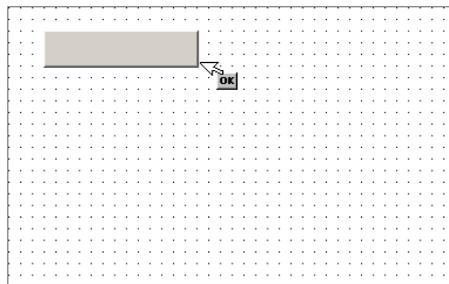

Рис. 67. Создание кнопки выбора языка
- Выберите команду **Insert–Button** в главном меню или щелкните на пиктограмме  в панели инструментов, после чего нарисуйте кнопку в окне редактирования формы визуализации, как показано на рис. 67. Для этого нажмите левую кнопку мыши в точке формы, где должен быть расположен верхний левый угол кнопки, после чего, оставив левую кнопку мыши нажатой, переместите курсор в точку, в которой должен быть расположен правый нижний угол кнопки, и отпустите левую кнопку мыши.